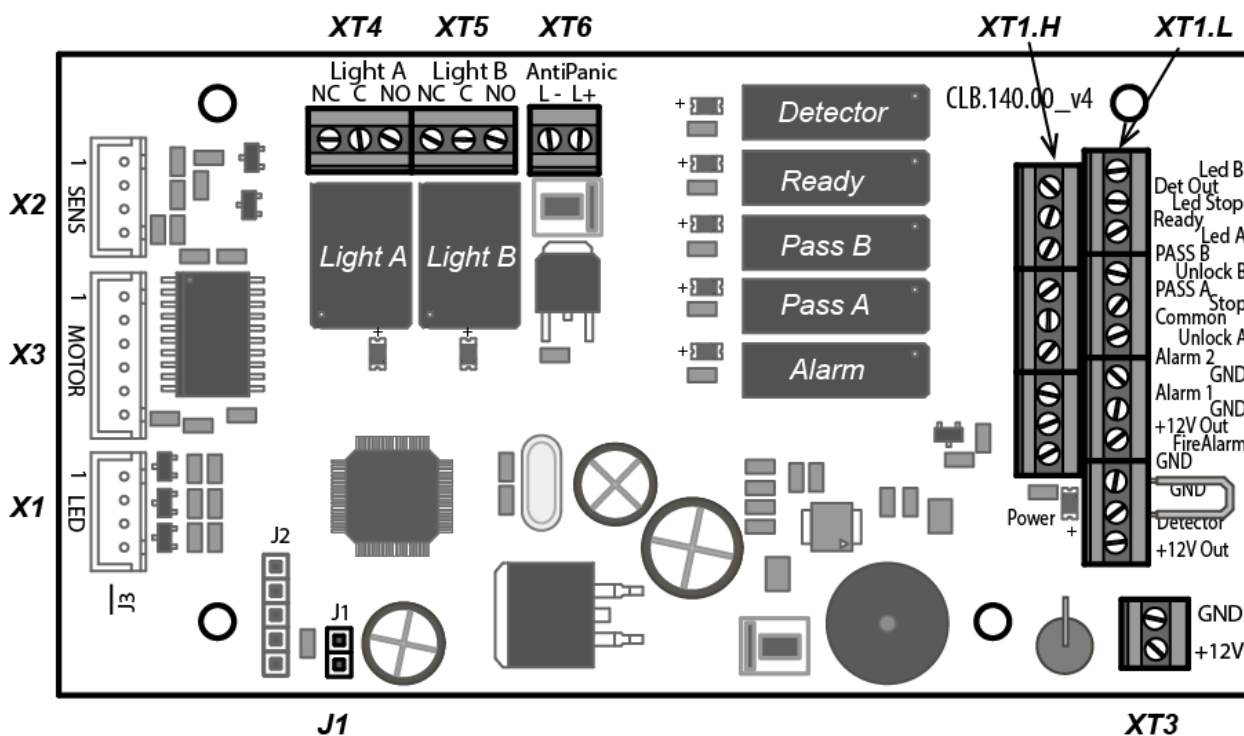

**Рисунок 6. Общий вид и габаритные размеры ПДУ**
ПДУ (10) выполнен в виде небольшого настольного прибора в корпусе из ударопрочного АБС-пластика и предназначен для подачи команд оператором при ручном режиме управления турникетом. Общий вид ПДУ показан на рис. 6.